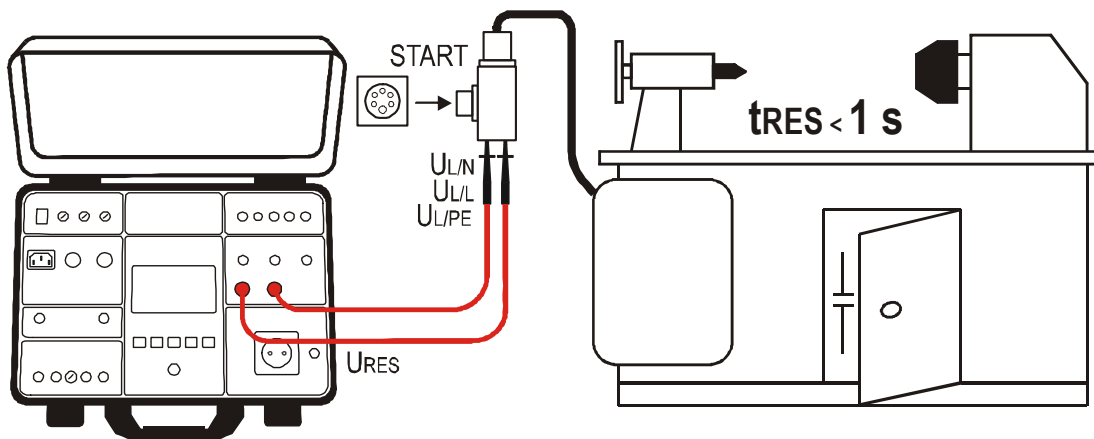

Abb. 35: Anschluss der Messleitungen für die URES PLUG Messung
- 3) Die Meldung FERTIG, UUT ABTRENNEN erscheint, wenn die Uin Spannung im vorgeschriebenen Bereich  $100 \div 460$  VAC vorhanden ist. Trennen Sie den UUT ab und führen Sie die Messung durch. Bei der Abtrennung des UUTs, so wie in Abb. 35 gezeigt ist, verwenden Sie einen Multi-Adapter den Sie von der Spannungsversorgung trennen.